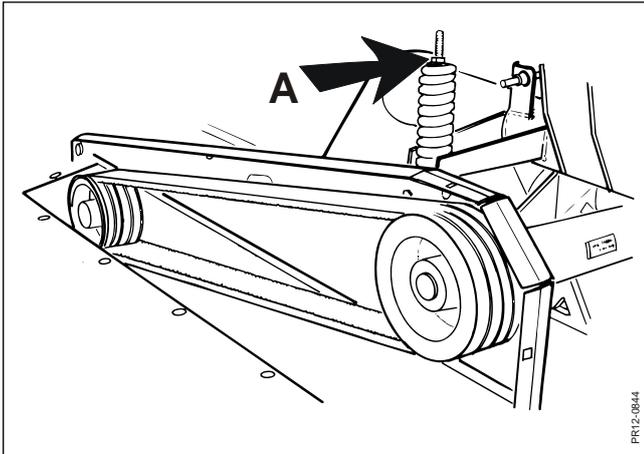

Fig. 5-1
**Fig. 5-1** Die Riemenspannung wird mit der Mutter **A** reguliert. In der Feder gibt es ein Rohr, das das Zusammendrücken der Feder begrenzt. Die Riemen werden wie folgt zu korrekter Riemenspannung angezogen: 1) Die Feder bis das Rohr spannen. 2) Die Feder lösen, indem die Mutter eine Runde gedreht wird. Das Rohr muß immer lose in der Feder sein, und nie ganz angezogen sein.